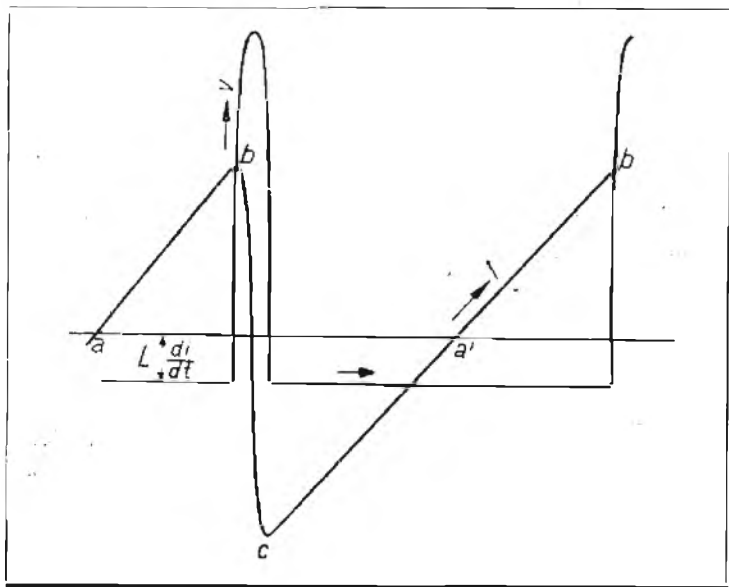

Fig. 5 Aspetto della tensione a denti di sega prodotta dall'oscillatore della base dei tempi
Assumendo che il tempo occorrente per il ritorno di scansione (da *b* a *c* in fig. 5) sia circa 1/10 della durata di un periodo completo (da *b* a *b*), cioè di $65 \mu\text{S}$, con un valore di induttanza $L=5$ mH ed una variazione totale di corrente I di 800 mA, la tensione durante il ritorno di scansione risulta di 625 V (1).